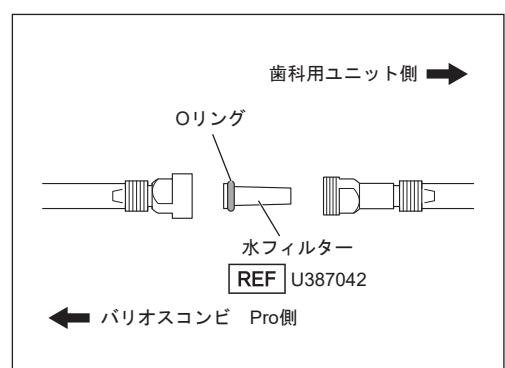

図59
- 5) 新しい水フィルターのOリングをバリオスコンビ Pro側にして、取り外しと逆の手順で組み付けます（図59）。